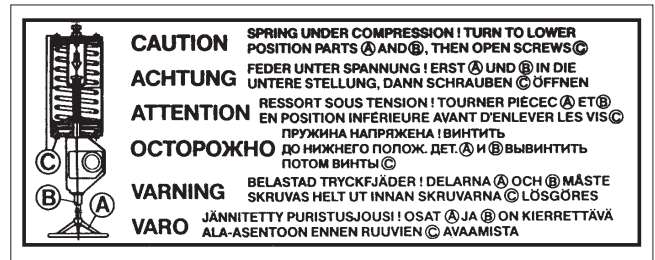

Fig. 23 B1JAR-manöverdonets varningsskylt
Cylindern är försedd med en varningsskylt (43). Vid service på enheten ska du kontrollera att skylten sitter på plats och är läsbar, se fig. 23. Kontrollera också att cylindern är försedd med ett pilmärke som indikerar fjäderns arbetsriktning.